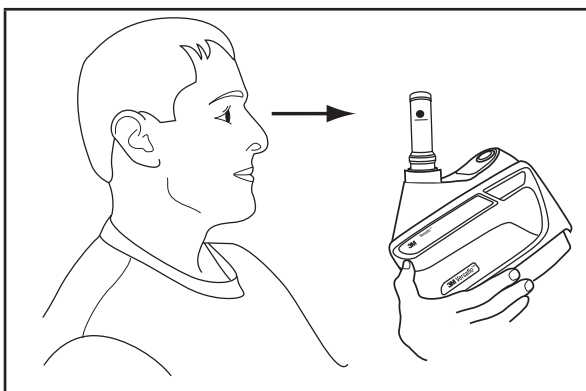

Fig. 14-2 – Checando o fluxo de ar
- Com o indicador do fluxo de ar numa posição vertical, assegure-se de que a parte inferior da bola flutuante repousa, acima, ou na marca de vazão mínima para a “letra” representando a sua “Zona” (Fig. 14-2). O indicador de fluxo de ar deve estar na posição vertical para uma leitura precisa.